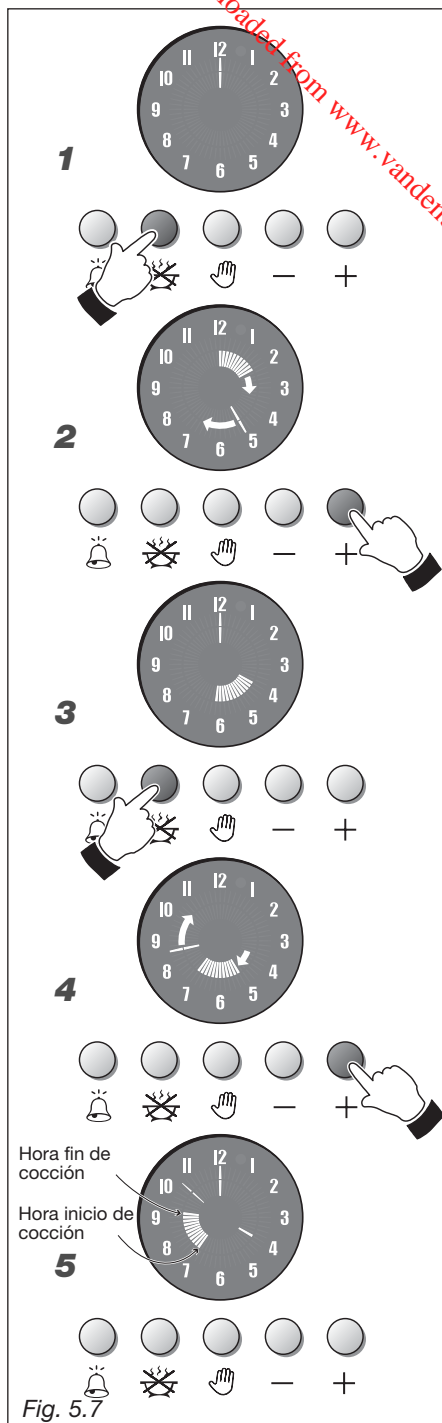

Fig. 5.7
COCCIÓN AUTOMÁTICA (fig. 5.7)
1. Fig. 5.7 - Para establecer el tiempo de cocción (máx 12 horas) presione el botón , se apagan las agujas del reloj y se ilumina la aguja en las 12.
2. Fig. 5.7 - Dentro de 7 segundos presione el botón  y una aguja luminosa (como la de los minutos y segundos) se activará. Cada segmento de aumento indica un minuto. Además cada aumento de 12 minutos ilumina un segmento interno (5 segmentos equivalen a una hora). Si ha pasado el tiempo deseado, presione el botón  hasta realizar el ajuste.
3. Fig. 5.7 - Dentro de 7 segundos presione otra vez el botón ; los segmentos internos se fijarán en la hora corriente.
4. Fig. 5.7 - Presione dentro de 7 segundos el botón  hasta desplazar los segmentos iluminados a la hora en que desea realizar la cocción. Si ha pasado el tiempo deseado, presione el botón  hasta realizar el ajuste.
5. Fig. 5.7 - Después de 7 segundos, se visualizan nuevamente las agujas del reloj y los segmentos iluminados indican el periodo de cocción.